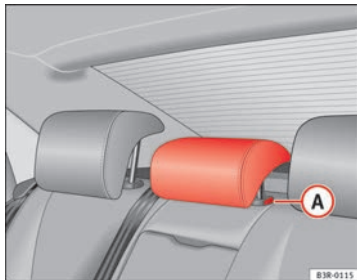

Abb. 112 Mittlerer Rücksitz: Kopfstütze
- Drücken Sie den Knopf **A** ⇒ Abb. 112 und führen Sie die Kopfstütze nach unten.
- Drücken Sie auf die Taste **A** ⇒ Abb. 112 und ziehen Sie gleichzeitig die Kopfstütze heraus.